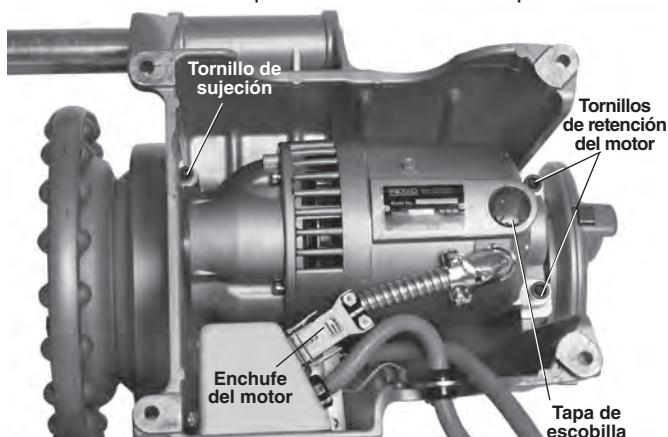

Figura 32 – Extracción de la tapa del motor y cambio de las escobillas
3. Coloque la máquina sobre un banco de trabajo despejado y estable. Vuelque la máquina para acceder al dorso (*Figura 32*).